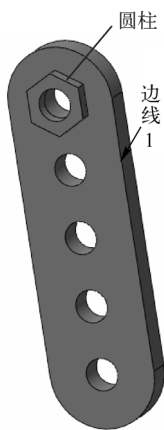
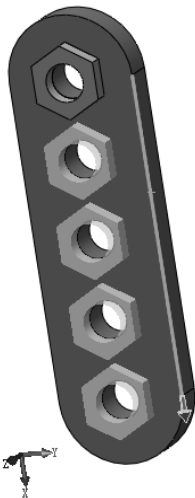

图 11-24 配合后的等轴测视图
图 11-25 “线性阵列”属性管理器
7) 单击“标准视图”工具栏中的 (等轴测) 按钮, 将视图以等轴测方向显示。配合后的等轴测视图如图 11-24 所示。
9) 在“要阵列的零部件”选项组中, 选择图 11-24 所示的圆柱; 在“方向 1”选项组的 (阵列方向) 列表框中, 选择图 11-24 所示的边线 1, 注意设置阵列的方向, 其他设置如图 11-25 所示。